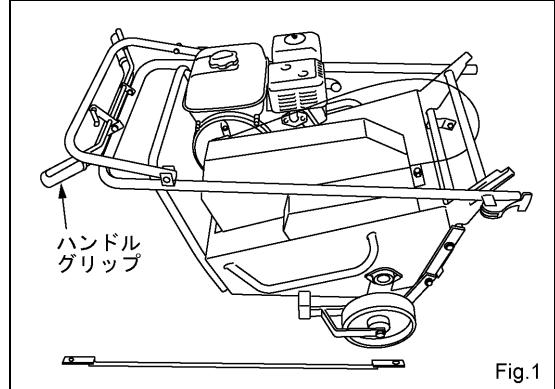

Fig.1
- (1) 梱包箱から本機を取り出した状態です。(Fig.1)